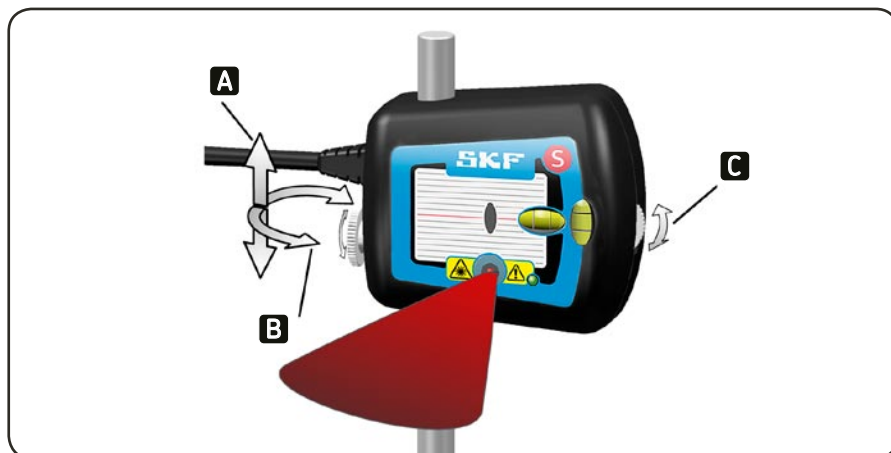

Fig. 12. Mecanismo de ajuste
- c) Para um ajuste menos preciso solte a unidade de medição desbloqueando o botão que se encontra na parte lateral da unidade (fig. 12). Isto permite que a unidade de medição deslize para cima e para baixo no pino e ao mesmo tempo girar livremente. Para um ajuste preciso em altura utilize os botões de ajuste que se encontram nas unidades de medição.